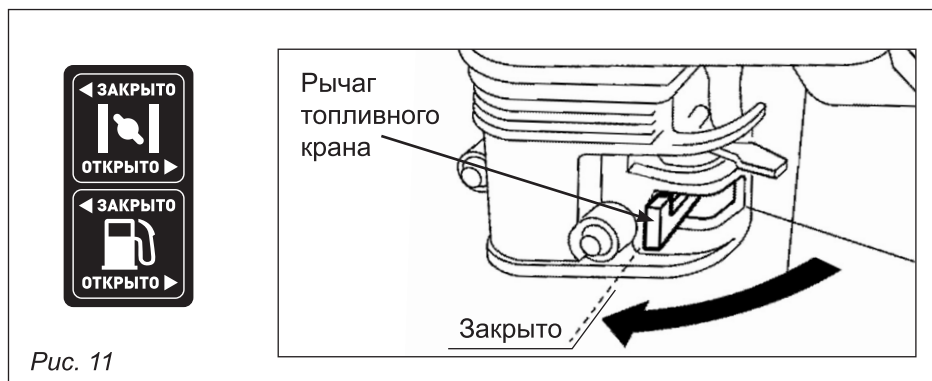

Рис. 11
3. Поверните топливный кран в позицию «Закрыто» (рис. 11).